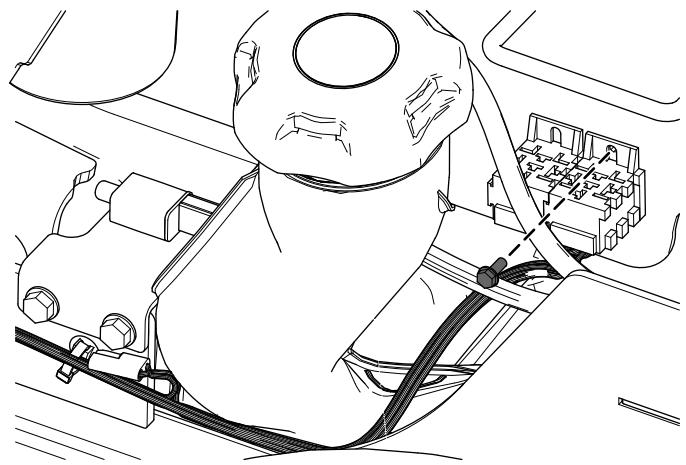

Figure 16
4. Fixez le faisceau près des relais au moyen de la vis Taptite (Figure 16).